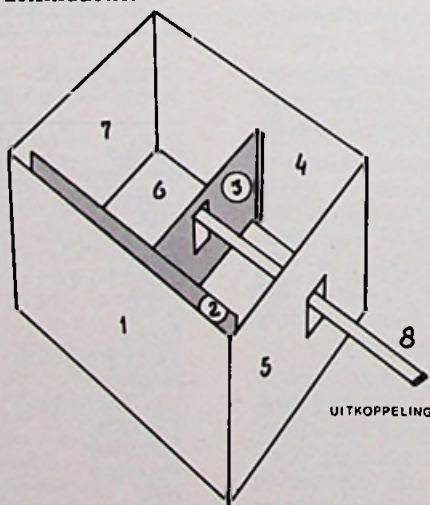

Fig. 3
In fig. 3 zien we de bus in scheve projectie doch zonder deksel. De capaciteit zetelt in hoofdzaak in de vlakken ① - ②; vlak ③ is de „spoel”, die aan één kant vast zit aan vlak ②, terwijl het „koude” eind van de spoel volledig bevestigd is aan vlak ④ dat aan aarde ligt. Natuurlijk zijn de vlakken ② en ③ (C en L) vrij gehouden van de bodem ⑥ en de – niet getekende – deksel; ook de wanden ⑤ - ⑥ - ⑦ vormen nog enige zelfinductie.
roosterkring en de uitkoppellus naar de las-elektroden. In fig. 3 zien we de inductief galvanische uitkoppellus ⑧ uitgevoerd als een strip roodkoper; ook de – niet getekende – koppellus met de roosterkring is op deze wijze uitgevoerd; de tankkring – dus de bus met inhoud – is vervaardigd van verkoperd plaatijzer.